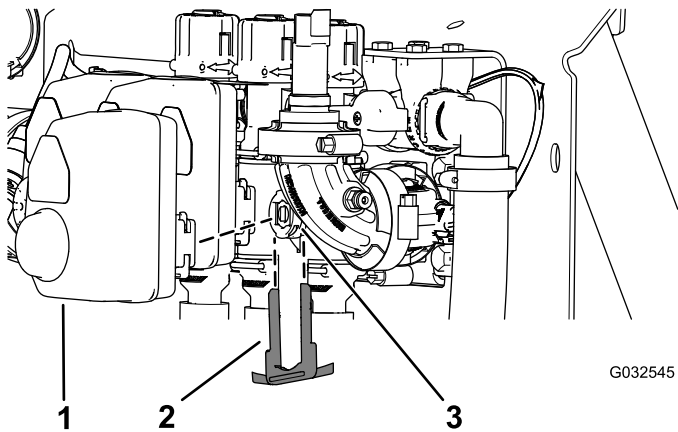

Bild 107
2. Entfernen Sie den Halter, mit dem der Aktuator am Verteilterventil für das Abschnittventil oder das Rührwerkventil befestigt ist (Bild 107).